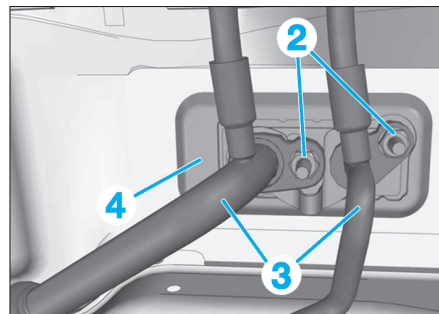

Fig. 9
- les écrous (2) (Fig.9).
- Désaccoupler les canalisations (3) perpendiculairement au détendeur en évitant de les déformer.